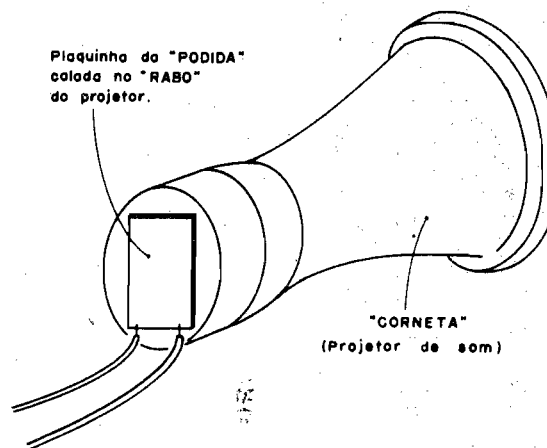

Fig.5
- - Adesivo forte (tipo epoxy) para eventual colagem/fixação da placa da PODIDA ao "rabo" do próprio projetor de som, conforme sugestão abordada na fig. 5).
- FIG. 5 - SUGESTÃO PARA ACOMODAÇÃO FINAL - Vivemos a era da compactação... Tudo **deve** ser pequeno, ocupar o mínimo de espaço (essa filosofia foi "inventada" pelos japoneses, por óbvias limitações geográficas, mas o mundo todo "entrou na onda" e, para não sermos taxados de "adeptos de trambolhos", vamos junto...) e com essa intenção propomos a sugestão mostrada na figura, para implementação mecânica final da PODIDA: simplesmente colar (com adesivo forte, de **epoxy**...) a placa do cir-